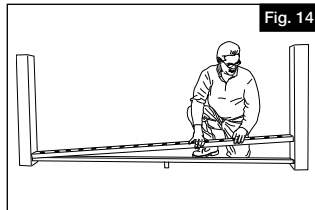

Fig. 14
- d. Enclenchez la lisse basse supérieure (B) au longeron inférieur pré perforé (D) (Figure 14).